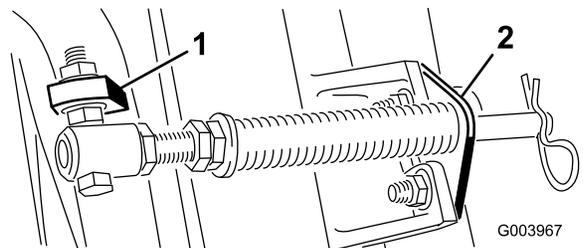

Figure 6
Remarque: Placez la tête du boulon sur le côté extérieur de la patte, comme montré à la Figure 6.
4. Montez le support de tige sur les pattes de l'unité de coupe à l'aide des boulons de carrosserie et des écrous (Figure 6). Sur l'unité de coupe, montez le guide-flexible gauche devant les